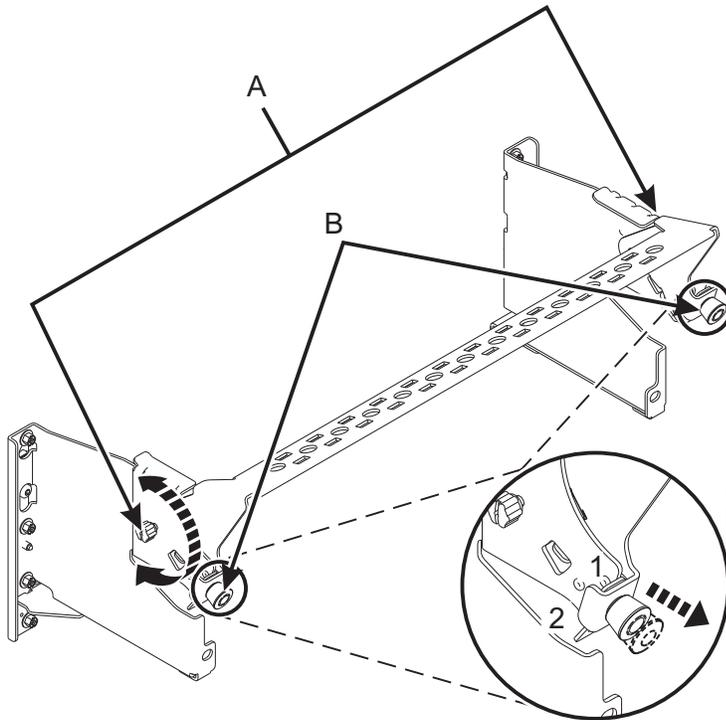

Abbildung 46. Kabelführungshalterung in die Serviceposition bringen
3. Bringen Sie die Kabelführungshalterung in die Serviceposition. Siehe Abb. 46 auf Seite 47.